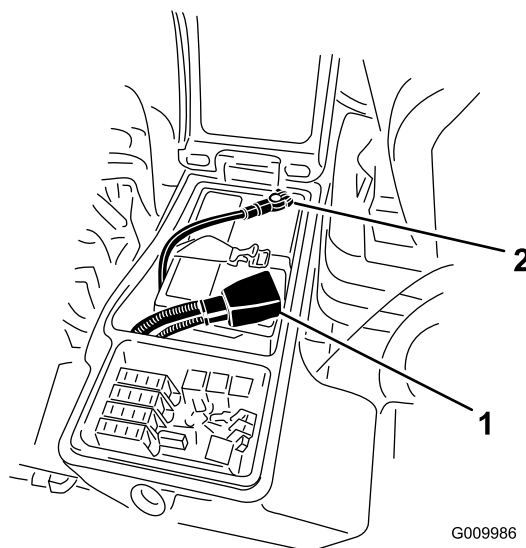

Figure 42
5. Raccordez le câble positif (rouge) de la batterie à la borne positive (+) et le câble négatif (noir) à la borne négative (-) (Figure 42).